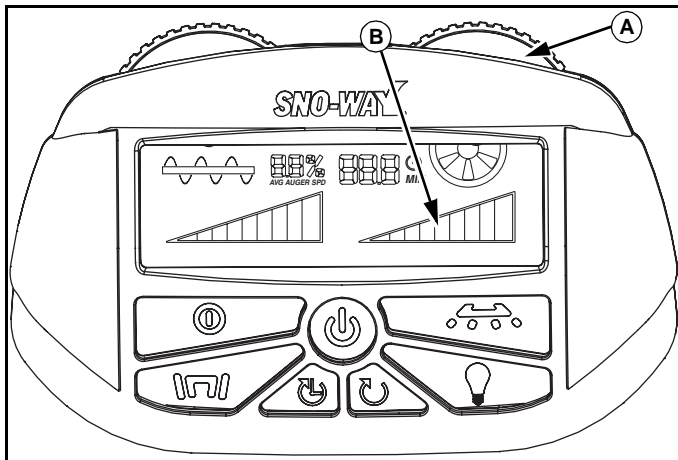

Abb. 1-11
Zur Bedienung des Rotors drehen Sie den linken Rotordrehknopf (A) nach rechts und erhöhen damit die Geschwindigkeit. Der ungefähre Prozentsatz für die Geschwindigkeit wird mit dem Balkendiagramm (B) angezeigt. Wenn der rechte Drehknopf vollständig nach links gedreht wird und das Diagramm keine Balken anzeigt, stoppt die Schnecke. Wenn der Rotor stoppt, dann stoppen auch die Schnecke, der Rotor und das Befeuchtungssystem. So wird kein Streugut verschwendet und der Rotor wird nicht überlastet. (Siehe Abb. 1-11.)